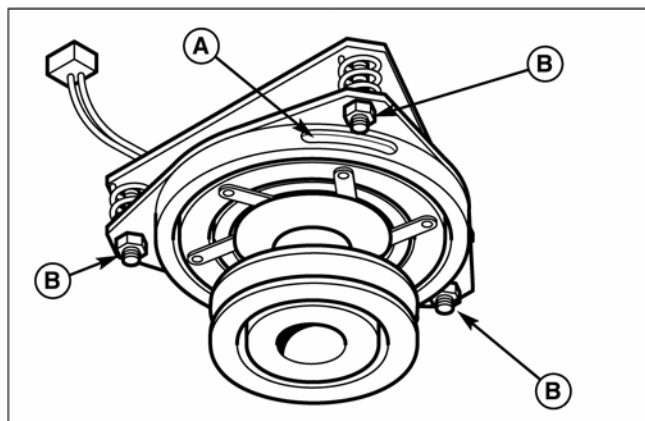

Рис. 23. Регулировка муфты ВОМ
2. См. рис. 23. Запомните положение 3 регулировочных окон (А) сбоку тормозного диска и регулировочных гаек (В).